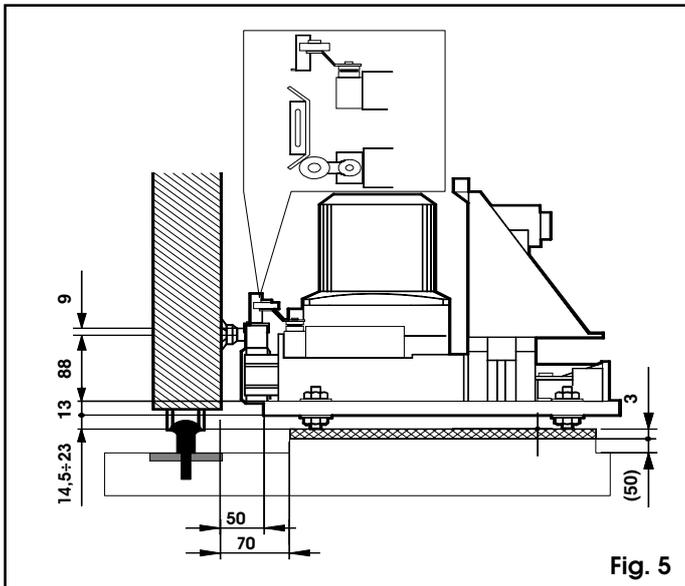
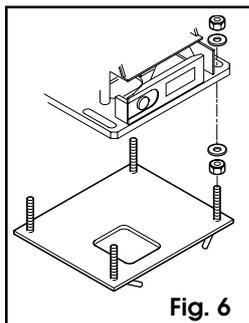

Fig. 5
Fig. 6
N.B.: il est préférable de poser la plaque sur un socle béton à environ 50 mm du sol (fig.5).
- 6) Poser l'opérateur sur la plaque au moyen des écrous et rondelles fournis comme indiqué fig.6. Le positionnement de l'opérateur est représenté en fig.5.